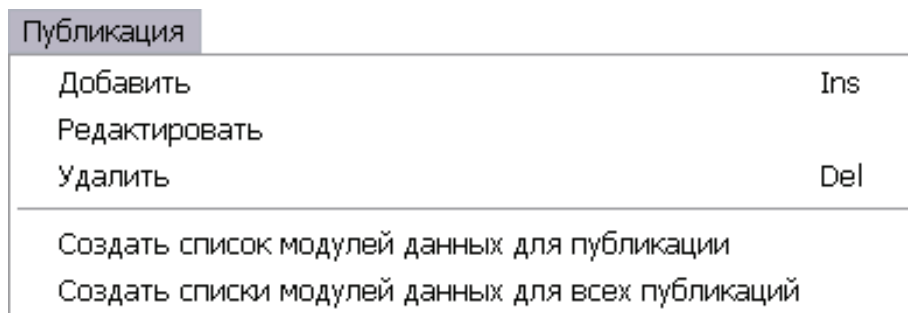

Рис. 3.128
3. Выберите меню **Публикация**. После этого откроется выпадающее меню (рис. 3.128).